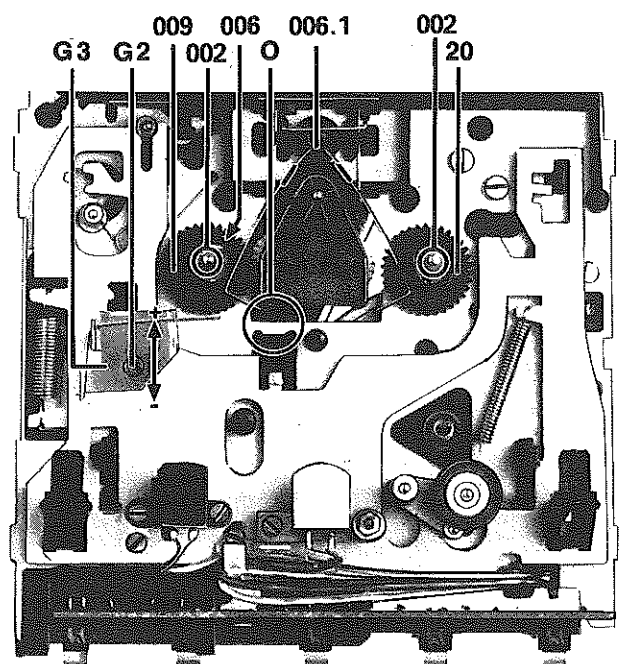

Fig. 12
Défaire la vis G2 et déplacer le support G3 vers l'avant (+) ou vers l'arrière (-), (Fig. 12).
21. Remplacement du plateau porte-bobine (Fig. 12)
Veiller à ce que les deux ressorts 006.1 se trouvent bien au-dessus des plateaux porte-bobine 009 et 020. Voir Fig. 12.